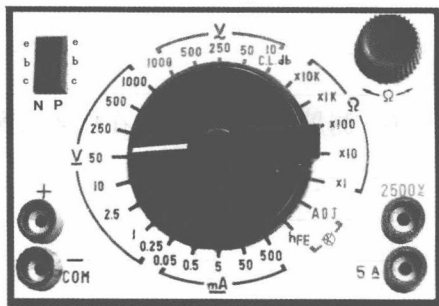

图 1-1-4 MF 型万用表操作面板
(1)“+”、“COM”插孔。用以插入红(+)、黑(COM)表笔,如图 1-1-4 所示。